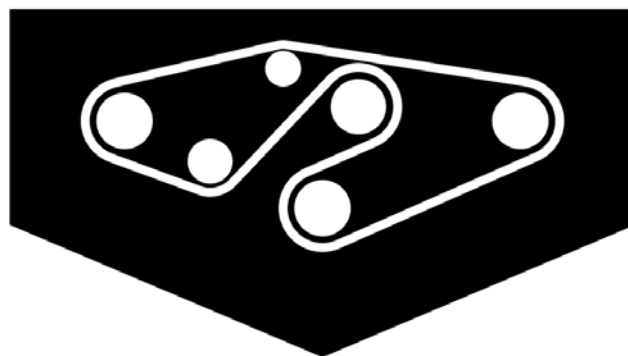

Figura 31
4. Pase la correa nueva alrededor de las poleas de los ejes y del conjunto de la polea tensora, según muestra la figura 31.